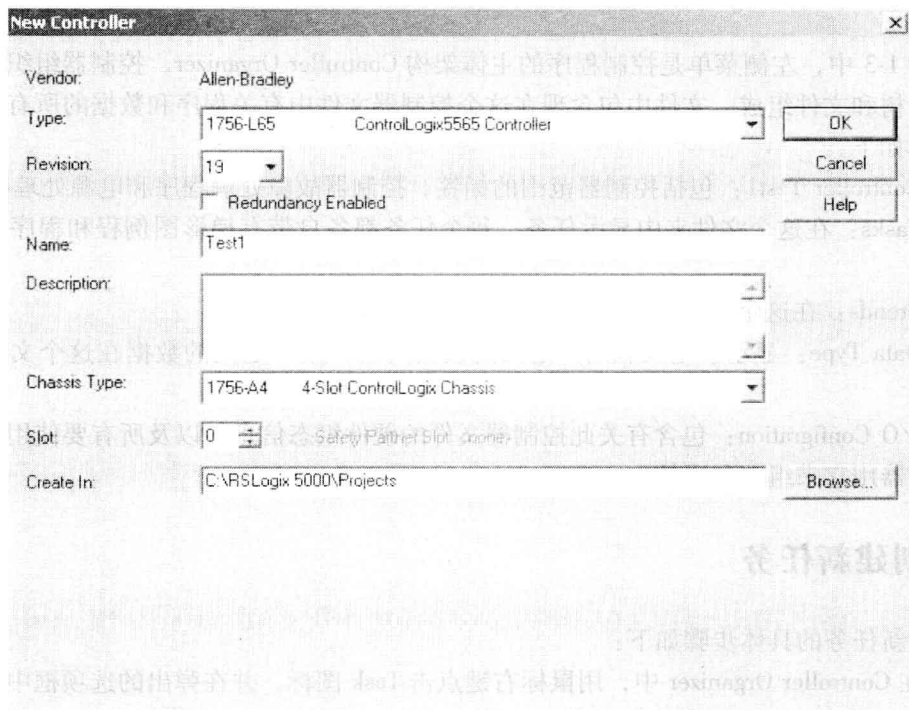
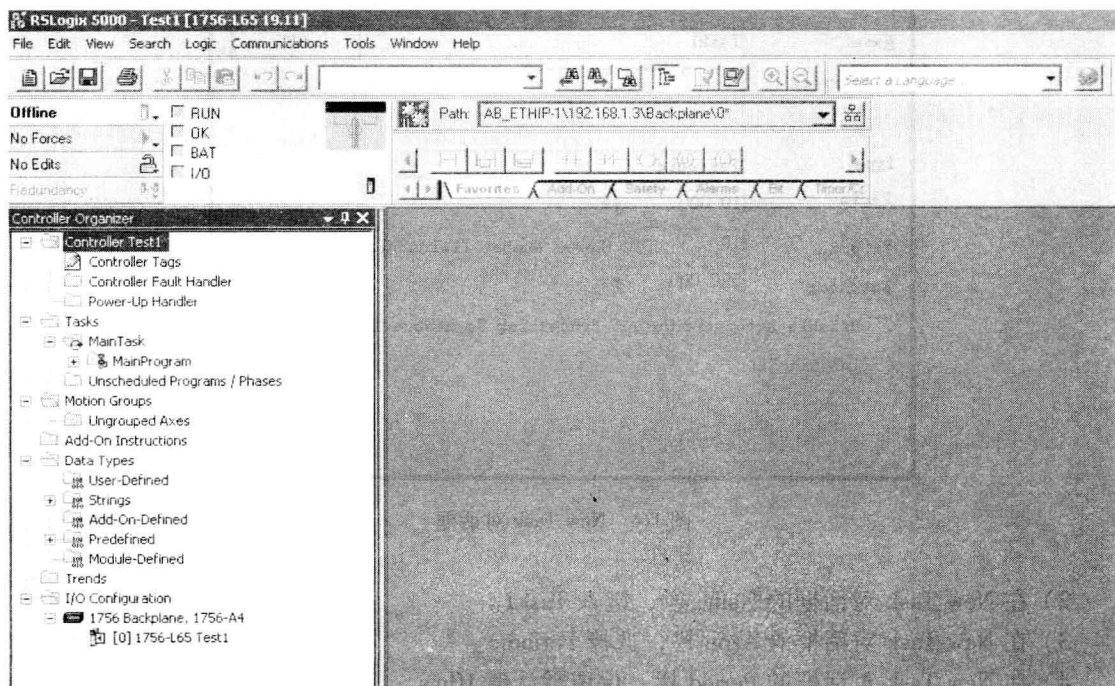

图 1-2 New Controller 对话框
图 1-3 控制器文件界面
- 1) 从 File 菜单选择 New，屏幕将显示 New Controller 对话框，如图 1-2 所示。
8) 确认输入与图 1-2 所示吻合, 然后点击 OK 按钮。由此就创建了一个控制器文件, 其界面如图 1-3 所示。
在图 1-3 中，左侧菜单是控制程序的主体架构 Controller Organizer，控制器组织画面由文件夹项目树和文件组成，文件中包含现在这个控制器文件中有关程序和数据的所有信息。各部分说明如下：